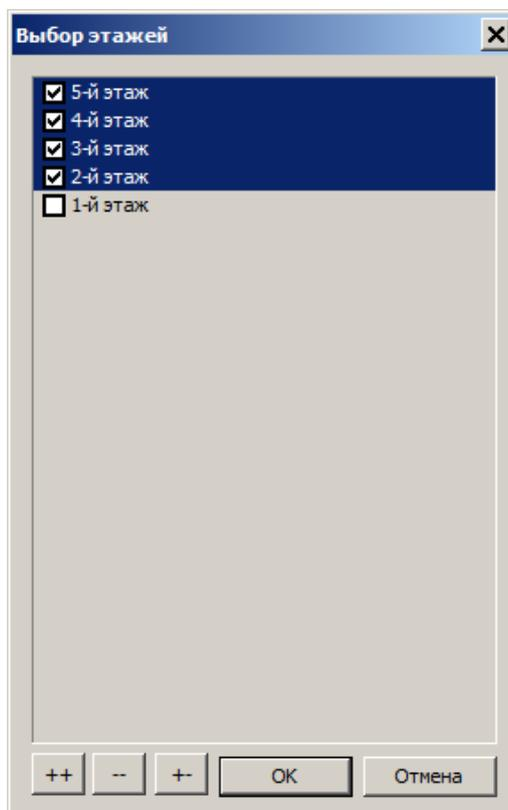

Рис.23.22. Диалоговое окно **Выбор этажей**
- Вызовите диалоговое окно **Выбор этажей** (рис.23.22) щелчком по кнопке  - **Вставить на выбранные этажи** (панель **Корректировка** на вкладке **Редактирование**).